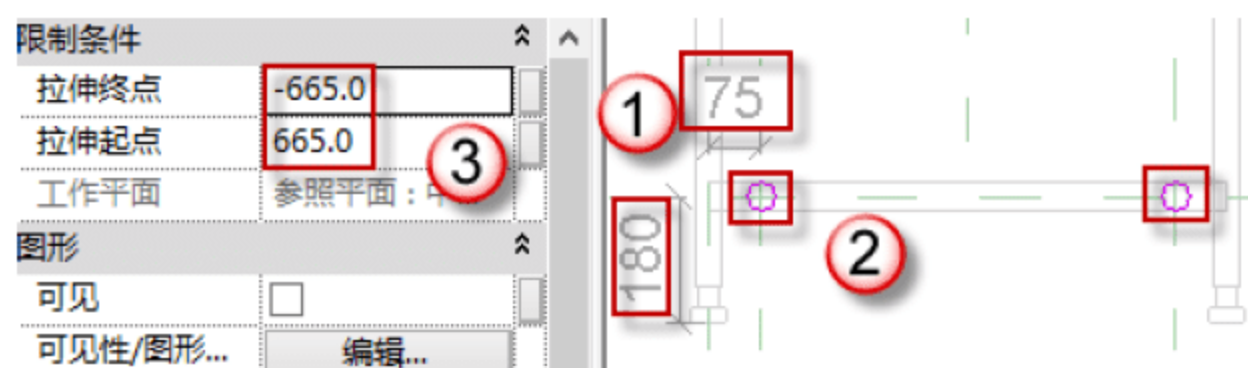

图 8.2.53 横向支架
(21) 横向支架是半径为 15mm，长度为 1330mm 的圆柱。进入“左立面”视图中，按快捷键 R+P 和 C+O 绘制参考线。选择“创建”→“拉伸”→“圆形框”命令，绘制图框，在“属性”面板中编辑“拉伸起点”和“拉伸终点”的数值（665，-665），然后单击√按钮，如图 8.2.53 所示。
(22) 编辑可见性并添加材质。首先，选中横向支架图元，在“属性”面板中编辑“可见性/图形替换”选项，取消“平面/天花板平面视图”复选框的选择，单击“确定”按钮。